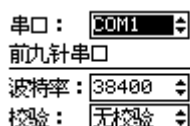

图 4-23 串口子菜单显示界面
(3) 串口参数: 主要完成串口的 “波特率” 和 “奇偶校” 验设置。按方向键及 “+、-” 键, 修改所要设置的参数, 按退出键, 返回到上一级菜单, 如图 4-23 所示界面。